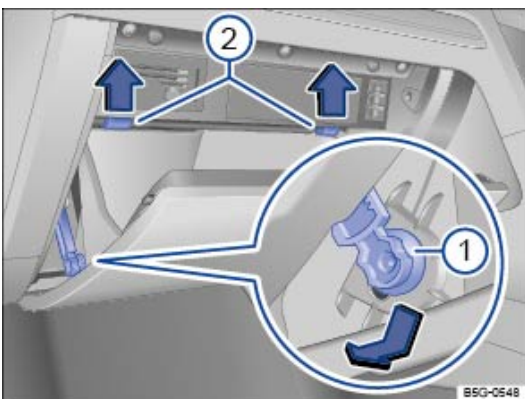

Fig. 171 Cache de la boîte à fusibles dans le tableau de bord : véhicules à direction à droite, côté passager
- Ouvrez la boîte à gants et videz-la si nécessaire ⇒ Fig. 171.
- Enfoncez l'élément de freinage ⇒ Fig. 171 ① vers le bas dans l'ouverture du support et retirez-le sur le côté.
- Enfoncez l'ergot de butée ⇒ Fig. 171 ② vers le haut dans le sens de la flèche et continuez simultanément d'ouvrir le rangement.
- Pour la *repose* : positionnez la boîte à gants. Insérez l'élément de freinage dans l'ouverture du support et poussez-le vers le haut jusqu'à ce qu'il s'encliquette de manière audible. Poussez le rangement avec précaution vers l'avant au-delà du point de résistance des ergots de butée ⇒ Fig. 171 ②.